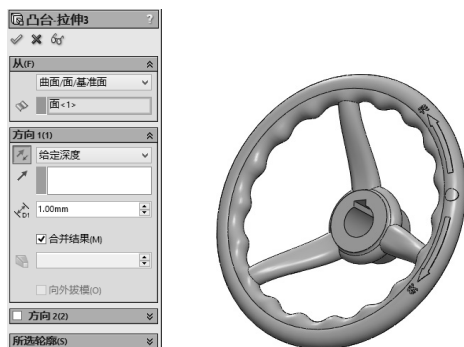

图 3-46 拉伸出开关标志操作
STEP 6 单击“拉伸凸台/基体”按钮,“开始条件”设置为“曲面/面/基准面”,然后选择手轮的外表面为拉伸参照面,设置拉伸深度为1mm,执行从曲面开始的拉伸操作,拉出手轮的开关标志文字,如图3-46所示。